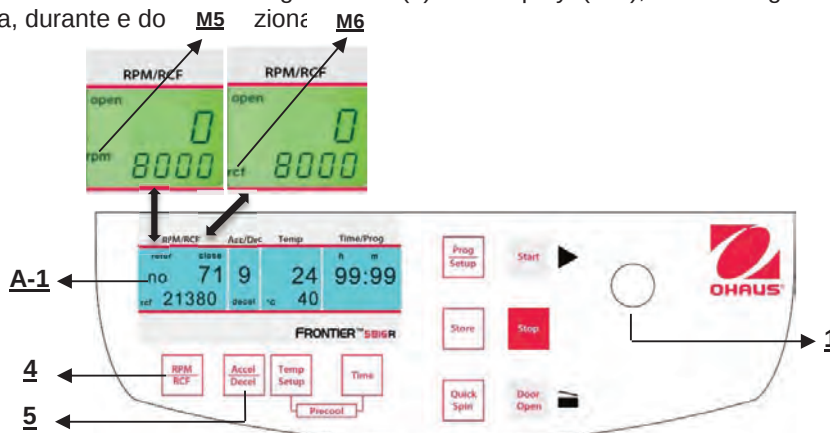

Figura 16
Questa preselezione è attivata mediante il tasto **"RPM | RCF"** (4) (fare riferimento alla figura 16 qui di seguito). Premendo una volta il tasto, la parola **"rpm"** (M5) lampeggia. Premendo due volte il tasto, è possibile selezionare la preselezione delle forze centrifughe. Poi compare la parola **"rcf"** (M6) lampeggiante. Si possono impostare i valori desiderati mediante la manopola di regolazione (1). Nel display (A-1), il valore regolato è visualizzato in permanenza, prima, durante e dopo la centrifugazione.